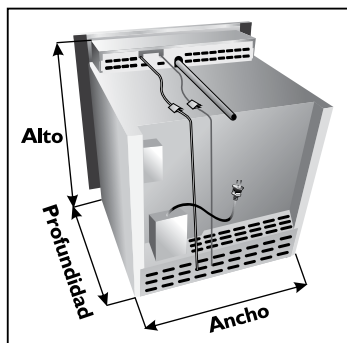

Figura 5. Dimensiones del horno
1. Verifique las medidas de su horno. Ver Tabla I y figura 5.